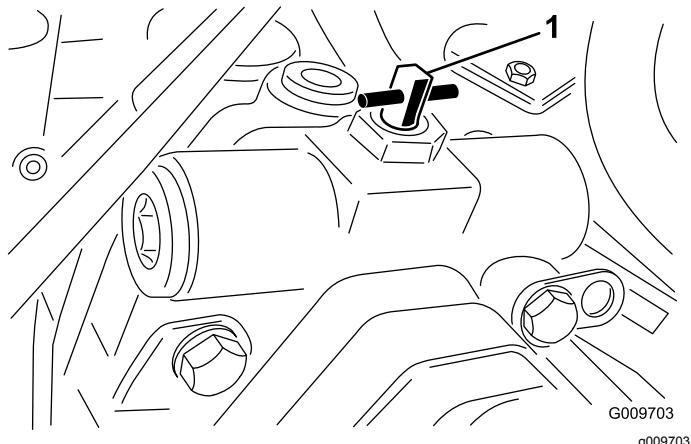

Figure 63
- Tournez la vanne de dérivation à 90° (un quart de tour) dans un sens ou dans l'autre pour l'ouvrir et faire dériver le liquide à l'intérieur (Figure 63).
2. Tournez la vanne de dérivation à 90° (un quart de tour) dans un sens ou dans l'autre pour l'ouvrir et faire dériver le liquide à l'intérieur (Figure 63).